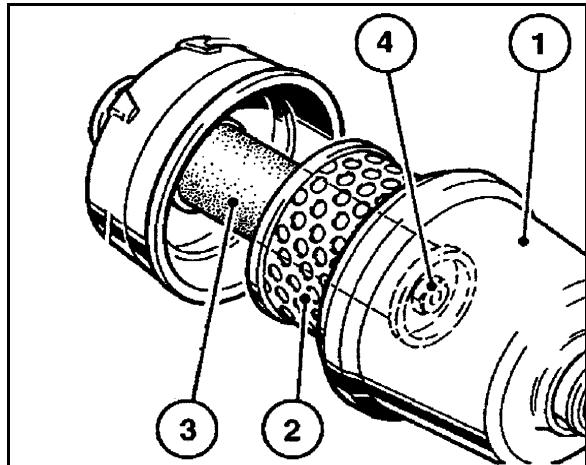

Рис. 161
1. Отверните барашковую гайку на кожухе фильтра (Рис. 161/1).
2. Снимите кожух фильтра и извлеките наружный фильтрующий элемент (Рис. 161/2).
6. Ежегодно заменяйте внутренний фильтрующий элемент (Рис. 161/3) (ни в коем случае не очищайте его).
- о Отверните шестигранную гайку (Рис. 161/4) и извлеките внутренний фильтрующий элемент.